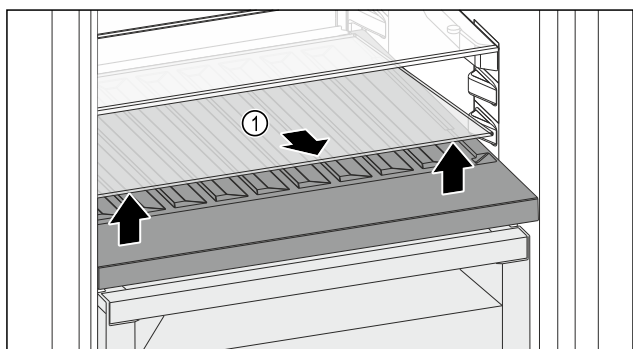

Fig. 221
- Ngrini lart përpara pllakën e xhamit Fig. 221 (1) te foleja dhe tërhiqeni jashtë.
- Ruani të sigurt pllakën e xhamit *Fig. 221 (1)* jashtë pajisjes.
- Vendoseni pllakën e xhamit (2) nën raftin mbajtës të ndryshueshëm të shisheve.